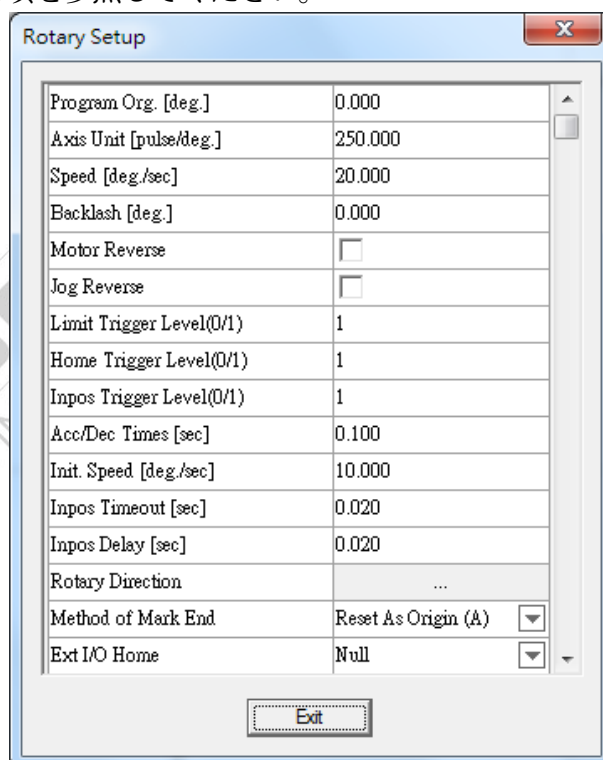

図 1.7.30
6. "SETUP ..." をクリックし、詳細設定を行います (図1.7.30参照)。